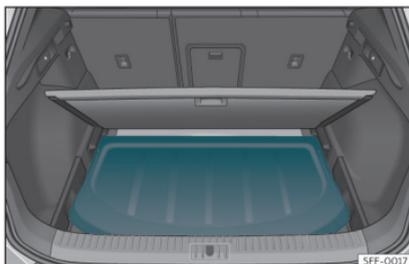

Fig. 108 Dans le coffre à bagages : placement de la plage arrière.
- Placez le plateau du coffre à bagages prévu à cet effet »» **fig. 108**.